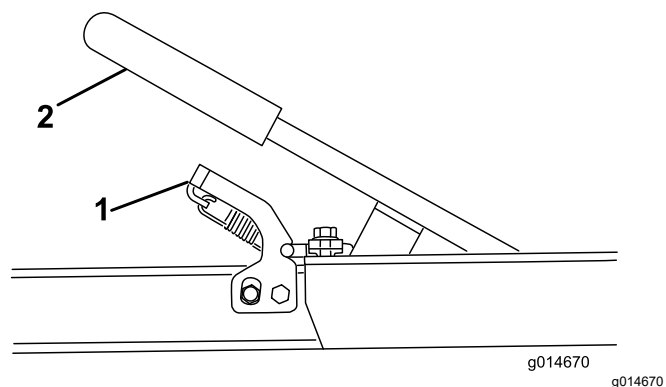

图 11
1. 在控制拖车底板和握住手柄的同时向下按压门锁总成并提升手柄图 11。将拖车降落到地面上。
7. 向下推动手柄直至拖车总成在门锁总成中锁定 图 11。